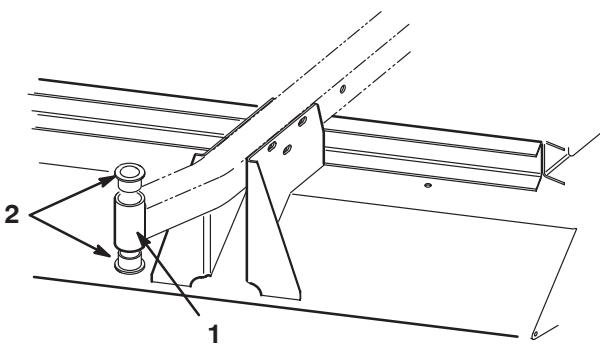

Figure 24
4. Insérez un chasse-goupille dans le haut ou le bas du tube de montage et chassez la bague hors du tube (Fig. 24). Chassez ensuite l'autre bague. Nettoyez l'intérieur des tubes de montage.